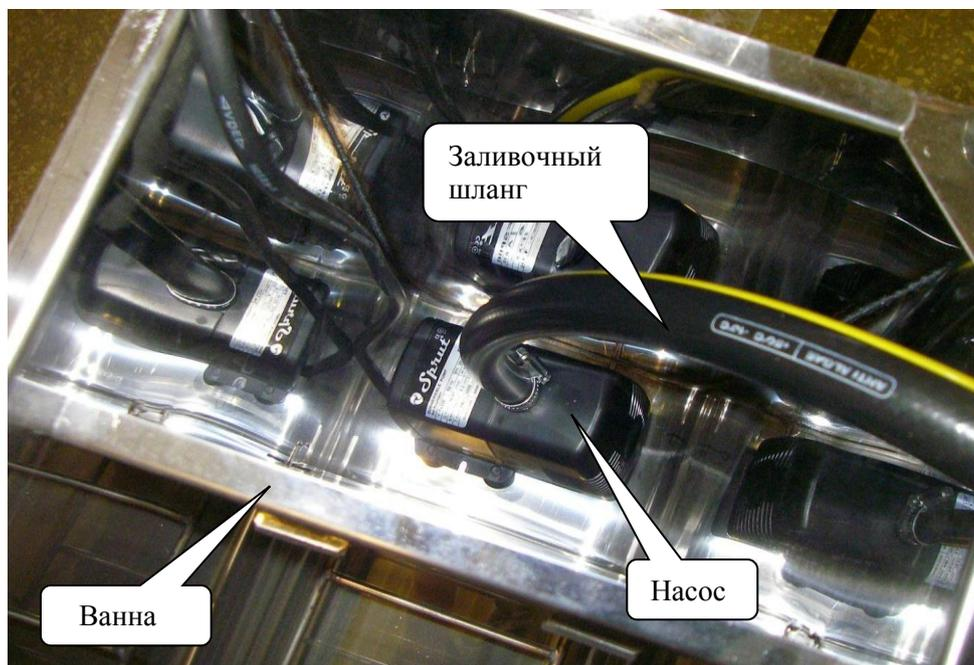

Рис. 7.2.Размещение насоса внутри ванны.
7.3.3 Насос установить в ванну и подключить к нему шланг с заливочным пистолетом. Провод насоса со штепсельной вилкой включить в розетку «НАСОС», расположенную на подставке. (рис.7.2 , 7.3 )